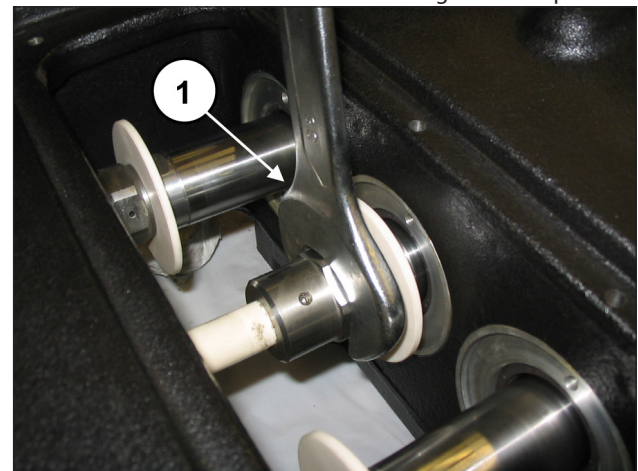

Abb. 101
Drehen Sie die drei Kolben ein (Pos. ①, Abb. 101) und eichen Sie mit einem Drehmomentschlüssel lt. Angaben in Kapitel 3.